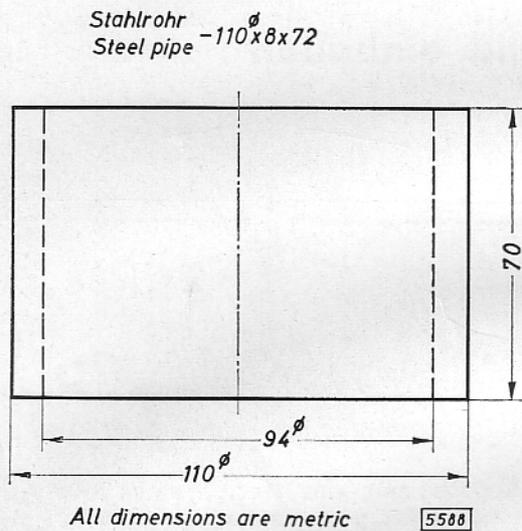

Bild B 12 - Untersetzhülse
1. Zum Auspressen des äußeren Laufringes des inneren Radlagers zusammen mit Dichtring ist eine Untersetzhülse selbst anzufertigen (Bild B 12).